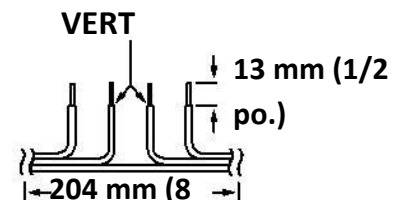

Figure 9. Division des fils le long du câble du préchauffeur.
3. Au point sélectionné sur le **câble du préchauffeur**, couper le fil vert et un conducteur d'alimentation. Diviser chaque fil sur les deux côtés en segments de 4 pouces (102 mm). Dénuder les extrémités des conducteurs sur environ $\frac{1}{2}$ pouce (13 mm). Voir la figure 9.